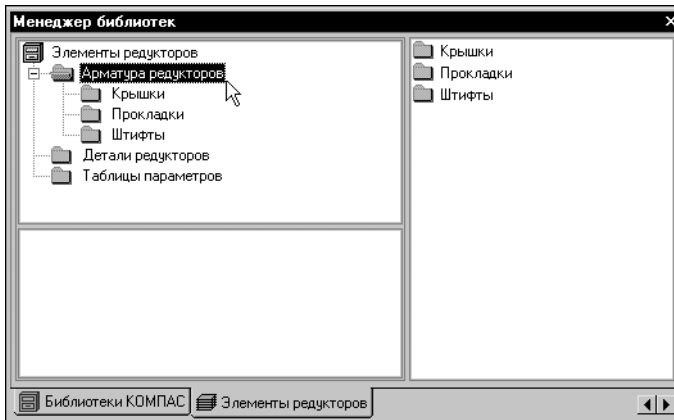

Рис. 45.37. Вложенные разделы
Он появится внутри раздела *Арматура редукторов* (рис. 45.37).
4. Самостоятельно создайте в разделе *Арматура редукторов* разделы *Крышки* и *Прокладки* (рис. 45.37).